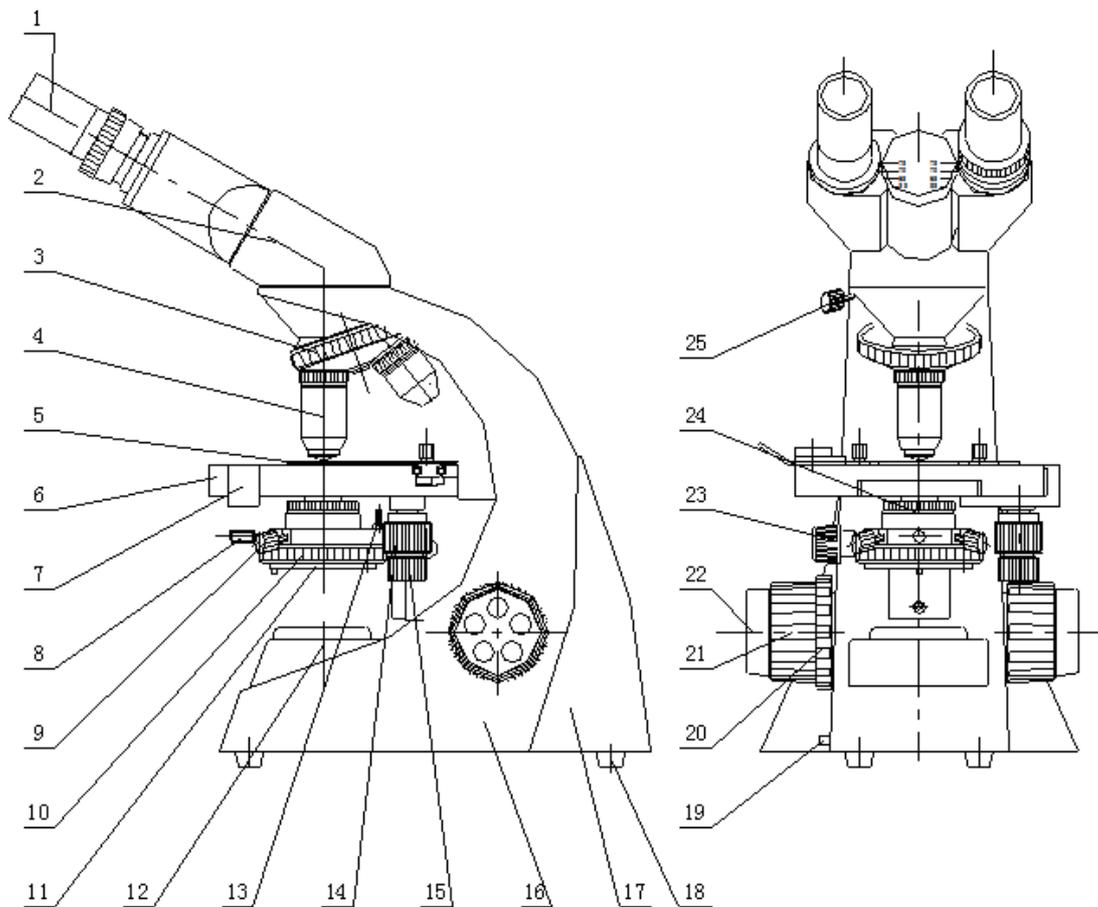

Figura 2. Estrutura
A estrutura do microscópio está demonstrada na Figura 2.
2. Para embalagem e transporte adequado, os componentes e partes estão separados do corpo. Antes do uso, elas devem ser montadas de acordo com Figura 2.